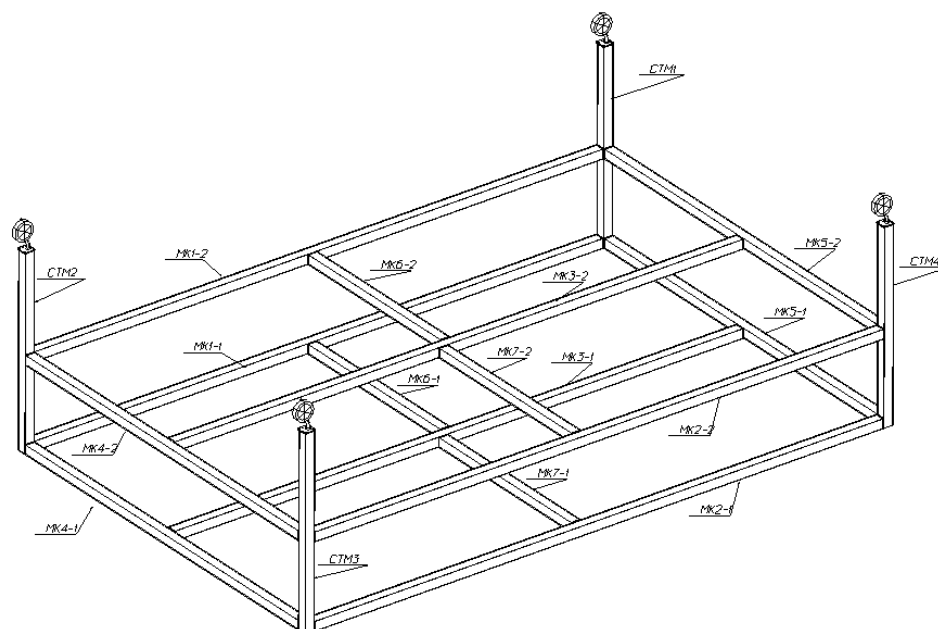

Рис.3
4.4 Сборка стола начинается со сборки металлического каркаса. Его удобно собирать в перевернутом вверх “ногами” положении (Рис. 3). Сборку металлокаркаса необходимо осуществлять болтами М10 х 20 находящимися в комплекте. Для сборки металлокаркаса используйте все входящие в комплект элементы, кроме деталей с маркировкой МК8, т.к. они устанавливаются после установки листовых деталей ПЛК1 и ПЛК2.